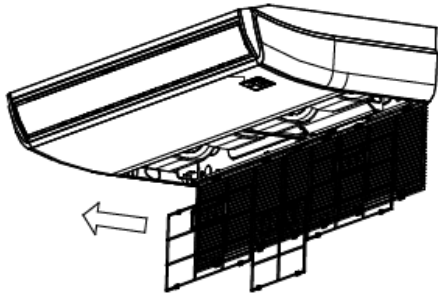

Fig.6-3
- Saque directamente el filtro de aire de la entrada de aire tal como se indica en la *Fig. 6-3*.
- Vuelva a instalar el filtro de aire en el orden contrario de la *Fig. 6-3*.